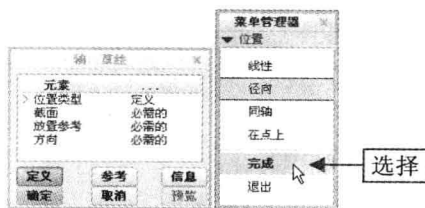

图 8-15 选择“完成”选项
Step 02 弹出“轴: 草绘”对话框和“位置”菜单管理器, 依次选择“径向”选项和“完成”选项, 如图 8-15 所示。